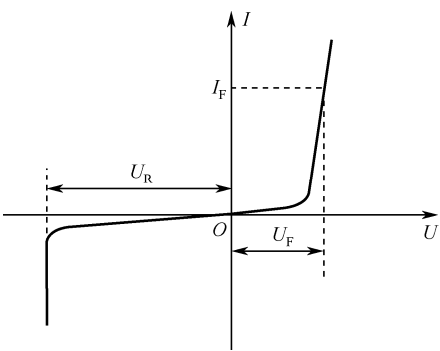

图 6-37 伏安特性曲线
4. 伏安特性曲线（见图 6-37）
1) 伏安特性	<p>红外发光二极管的伏安特性如图 6-37 所示。在加正向电压时, 会产生正向电流。它提供了红外发光二极管发射出光束的能量, 其发光的条件与一般的发光二极管(LED) 一样, 只是红外线为不可见光。</p> <p>红外发光二极管工作在反向电压时, 只有微小的漏电流流过; 但反向电压超过击穿电压时, 便立即产生很大的电流, 将使元件烧毁, 一般红外二极管的反向耐压值为 3~6V。使用时尽量避免这种情形发生。</p>
3) 距离特性	<p>(1) 红外二极管的辐射强度与光轴上距离的平方成反比, 距离越远, 辐射强度越弱。</p> <p>(2) 红外线的控制距离与发射功率成正比。发射功率越大, 控制距离越远。为了增加红外线的控制距离, 可使红外发光二极管工作于脉冲状态, 脉冲频率一般在 300kHz 以下。</p>